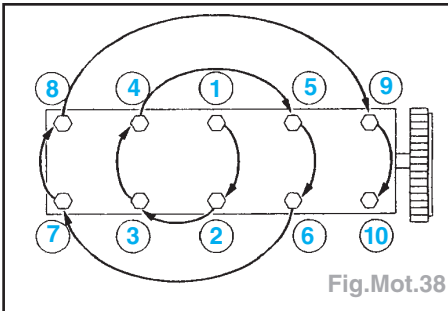

Fig.Mot.38
- Serrer les vis de culasse dans l'ordre indiqué de 1 à 10 (Fig.Mot.38) :